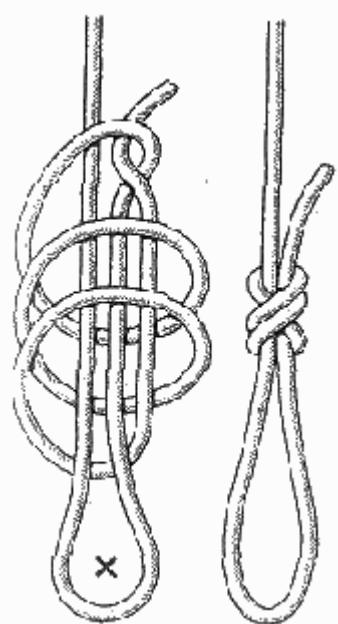

Рис. 87. Эшафотный узел
**Эшафотный узел** (рис. 87). Название узла говорит о его назначении. Это один из старинных узлов, выработанных многовековой практикой смертной казни через повешение. Однако, несмотря на мрачное предназначение, его с успехом можно применять для многих других целей, например для временного крепления троса за различные предметы.